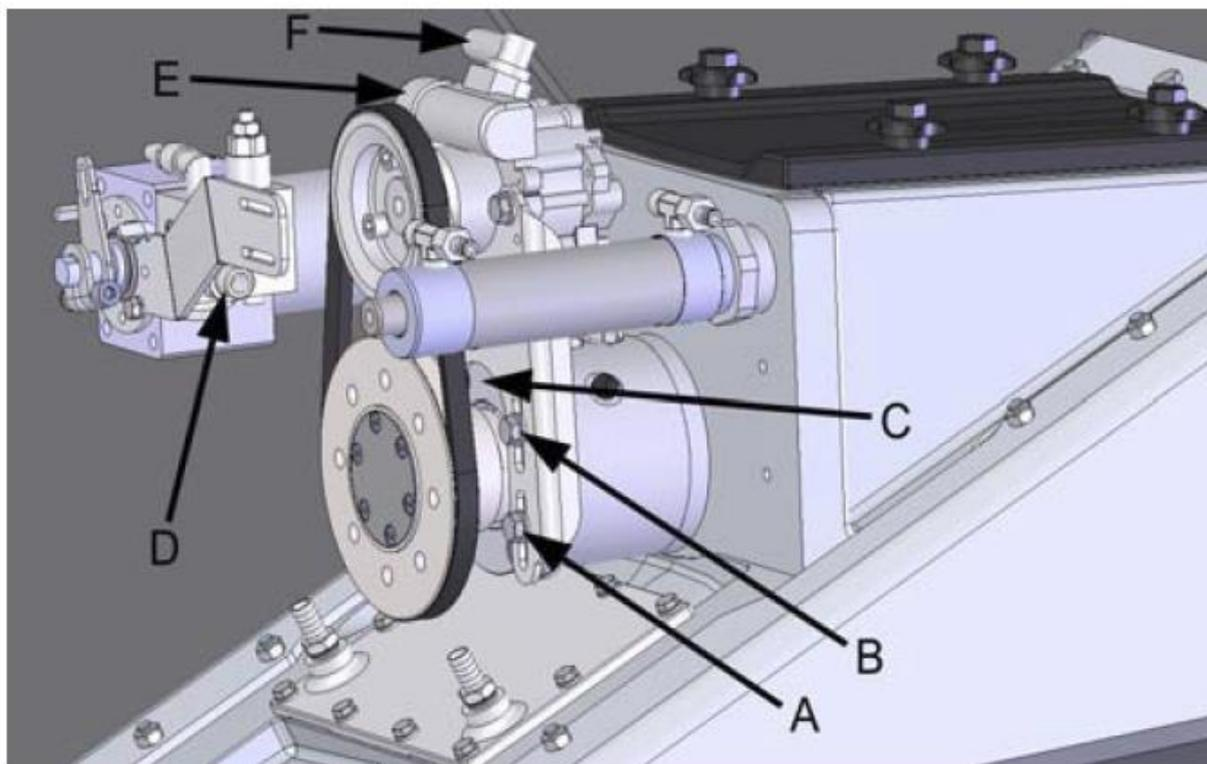

Figura 28. Collegamento pompa idraulica
Ci sono 4 bulloni, 2 per ogni lato (figura 28, punti A & B).
3. Sollevare la staffa facendo forza sul punto C indicato in figura 28.
5. Montare i tubi di pressione sui connettori D & E (figura 28).
6. Posizionare il tubo del serbatoio al connettore F (Figura 28).